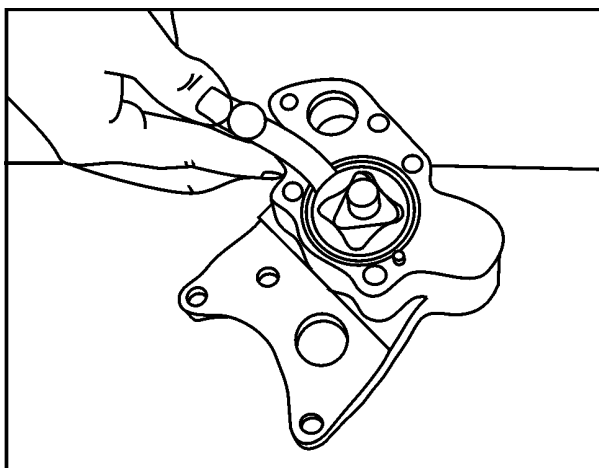

FIG 5
4. Verifique a folga entre o rotor externo e a carcaça da bomba com a lâmina calibradora, **Fig. 5**, veja Especificações Técnicas.